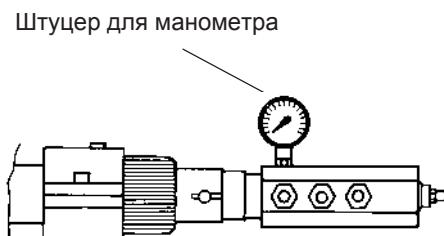

Рис. 20
- 9 Давление питания форсунки уже отрегулировано заранее на заводе-изготовителе и не должно изменяться. Только в случае необходимости, отрегулировать давление питания (см. соответствующий параграф) следующим образом: установить манометр в положение, указанное на Рис. 20, воздействовать на регулировочный винт **VR** насоса (см. Рис. 19 и Стр. 15) до получения на форсунке давления в 25 бар (см. параграф на Стр. 22);